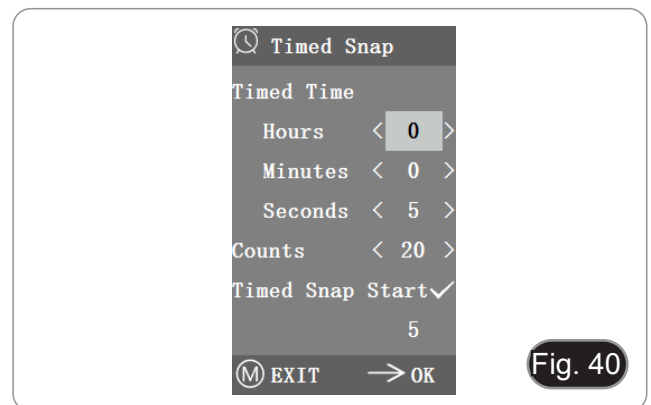

Fig. 40
2. An diesem Punkt springt die Zahl nach unten. Dies ist die Anzahl der Fotos, die bisher erfolgreich aufgenommen wurden. (Fig. 40)